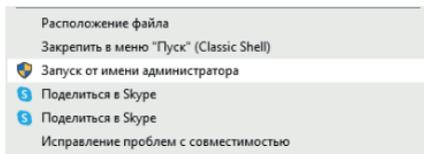

Рисунок 21. «Запуск от имени администратора»
2.3.3 Для запуска программы после установки, необходимо использовать стандартное средство «Запуск от имени администратора» (Рисунок 21) по нажатию правой клавишей мыши на ярлыке (Рисунок 22), расположенном на рабочем столе ОС.